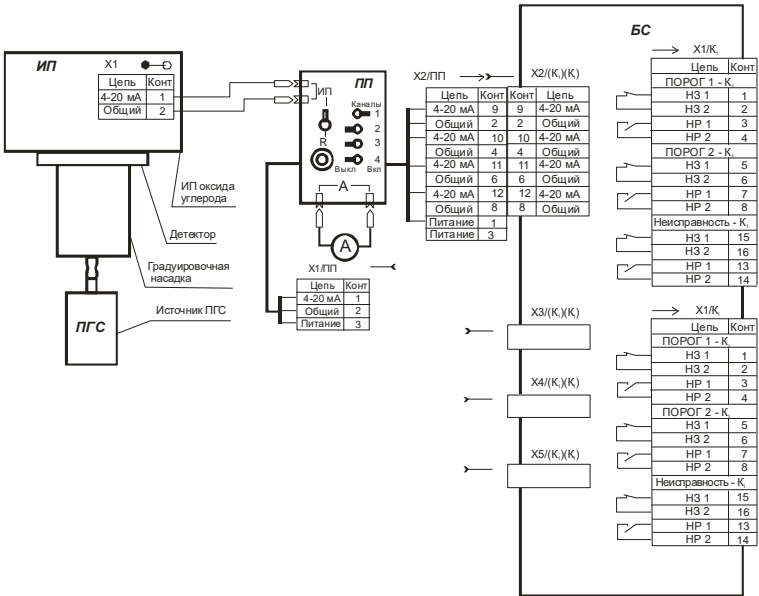

РИС. 9
3.1.3. Проверка работоспособности газоанализатора заключается в проверке срабатывания сигнализации. Схема проверки представлена на рис. 9.
Схема градуировки газоанализатора представлена на рис. 9.